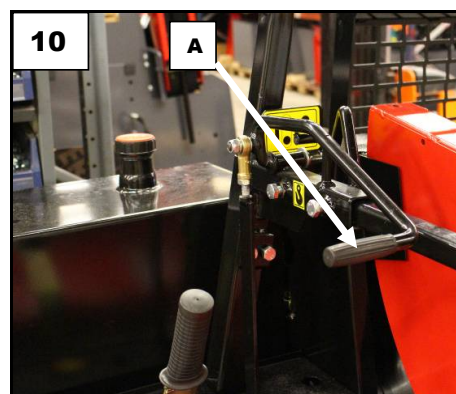

Bild 10. TR-maskinens stoppspak
- ❑ I händelse av nödsituation ska du dra i spak A. Bild 10.
- Stoppa genast maskinen, el- och förbränningsmotordrivna maskiner med nödstoppsknappen, traktordriven maskin genom att dra i koppling A, bild 10. Frikoppla även kraftöverföringsaxeln.